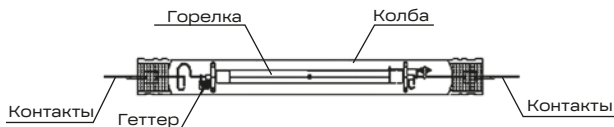

Рис. 3. Строение лампы.
- 3.1.2 Точка пайки колбы должна быть обращена вниз, к земле. Контакт лампы, расположенный со стороны геттера (рис. 3), должен быть обращен в сторону ЭПРА в светильнике (короткий провод, отходящий от ЭПРА).